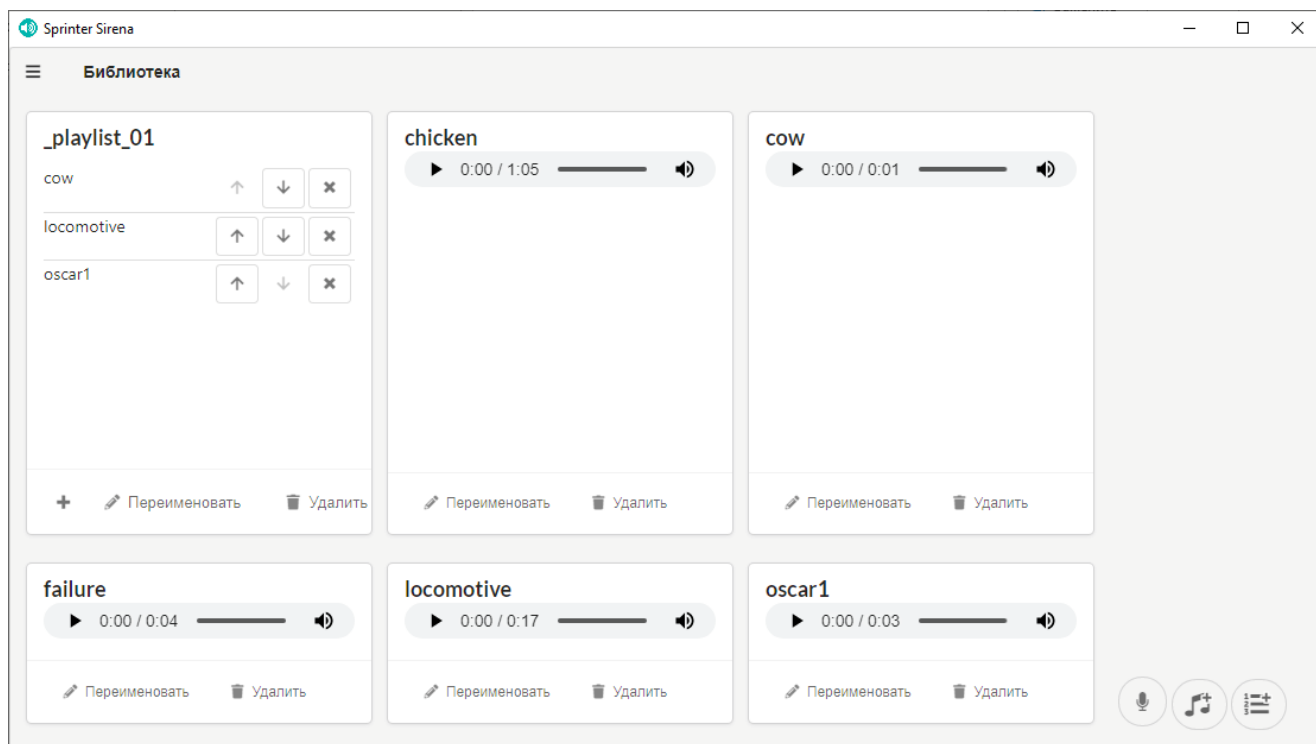

Рисунок 3.4 – Окно работы с библиотекой звуковых файлов
- 3)  запись своего звукового файла, Рисунок 3.4.